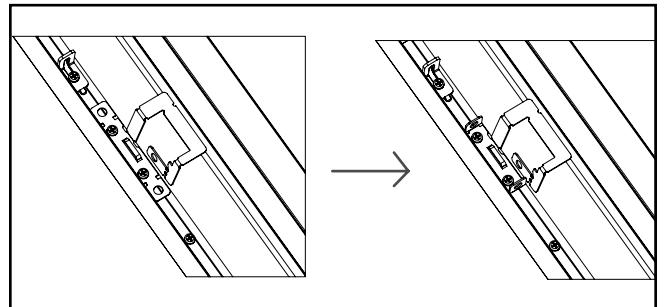
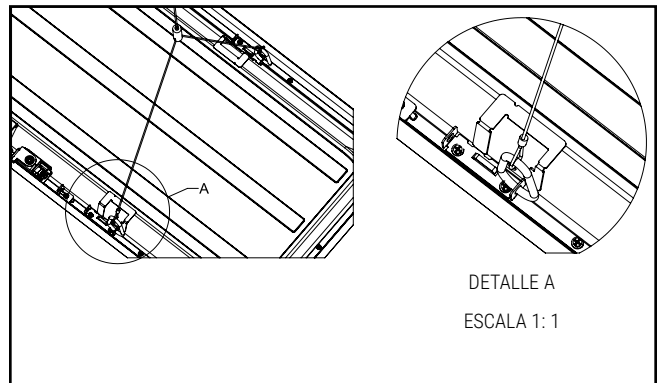

Figura 16.
Figura 17.
6. En el caso de las luminarias de 1x4, 2x2, 2x4 y 6x4, doble los bordes de los clips hacia arriba, como se muestra en la Figura 16, y conecte el mosquetón. Ver Figura 17.